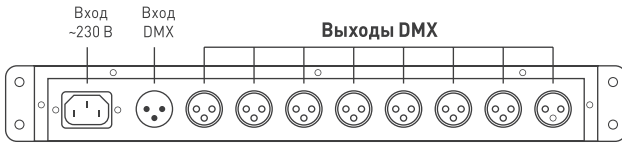
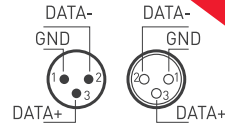

Рис. 2. Размещение разъемов.
Рис. 3. Распайка разъемов XLR3.
- 3.3. Подключите провода от контроллера DMX к входу DMX-распределителя (Рис. 2). Распайка разъемов приведена на Рис. 3. Соблюдайте полярность при подключении проводов.